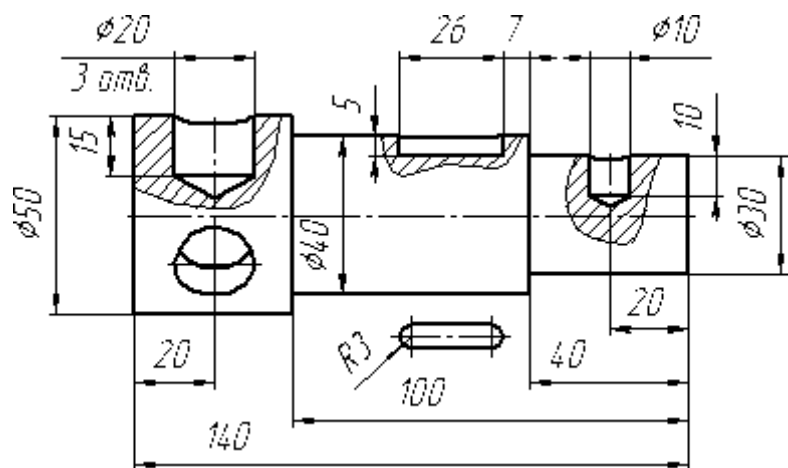
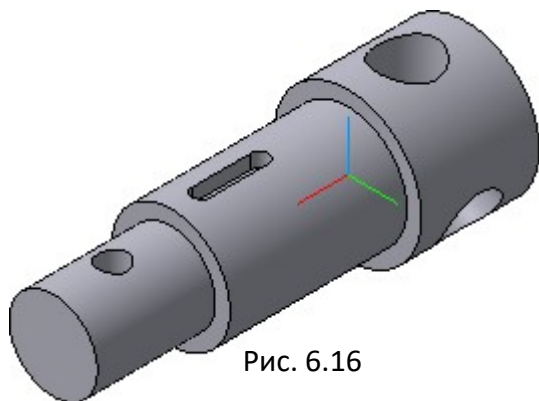

Рис. 6.15
Рис. 6.16
На рис. 6.15 приведено изображение, на основе которого создана трехмерная модель детали (рис. 6.16).
1. Используя команды трехмерного моделирования в соответствии с исходными данными (рис. 6.15), создать модель ступенчатого вала
5. Для отверстий выполняются эскизы с учетом последующей операции – операции вращения. Размеры и форму эскиза задать, используя чертеж детали (рис. 6.15).
8. Конечный вариант представлен на рис. 6.16, на котором модель затонирована.